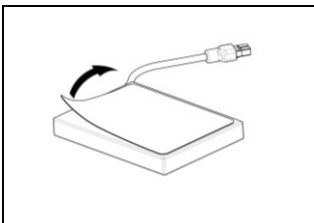

Abb. 12
- Entfernen Sie den Schutzfilm des beidseitig haftenden Klebbandes der Batterie (Abb. 12).